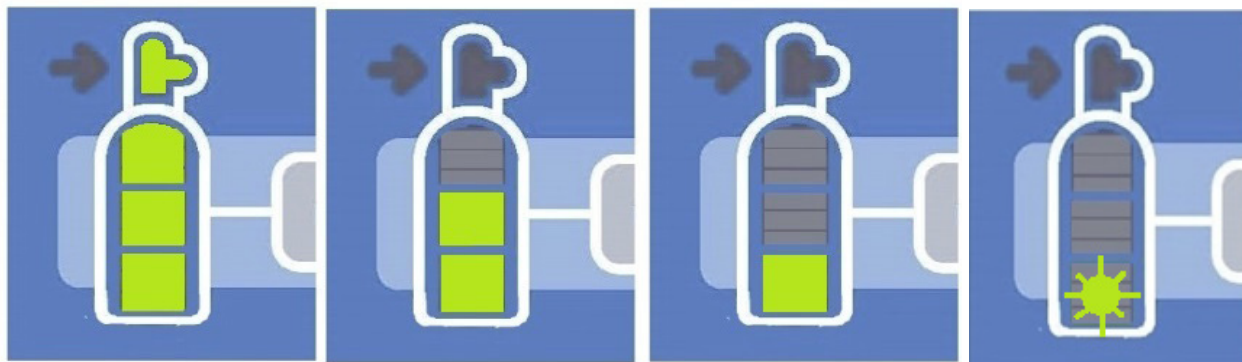

Figura 12: Indicatori del misuratore di N_2O
- Significato degli indicatori del misuratore mostrato nella Figura 12